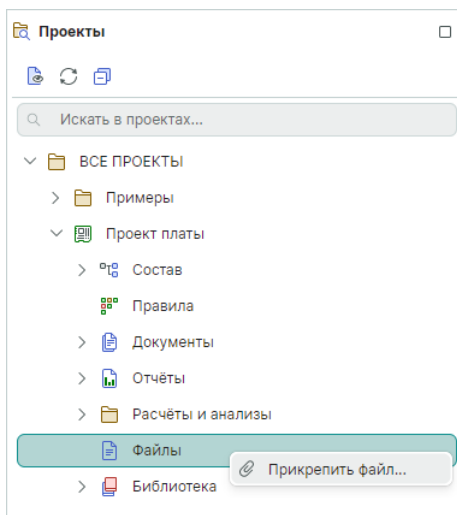

Рис. 37 Добавление файла в проект
1. Вызовите контекстное меню для узла «Файлы» и выберите пункт «Прикрепить файл», Рис. 37.